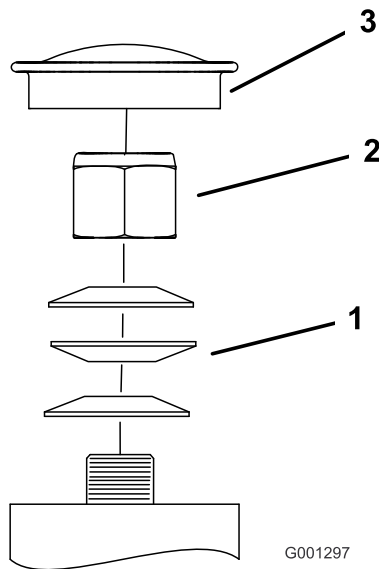

Figura 47
3. Retire el tapón guardapolvo de la rueda giratoria y apriete la contratuerca (Figura 47).
4. Apriete la contratuerca hasta que las arandelas de muelle estén planas, luego afloje la contratuerca  $\frac{1}{4}$  de vuelta para establecer la precarga correcta de los cojinetes (Figura 47).
**Importante:** Asegúrese de que las arandelas de muelle están correctamente instaladas, como se muestra en la Figura 47.
5. Coloque el tapón guardapolvo (Figura 47).